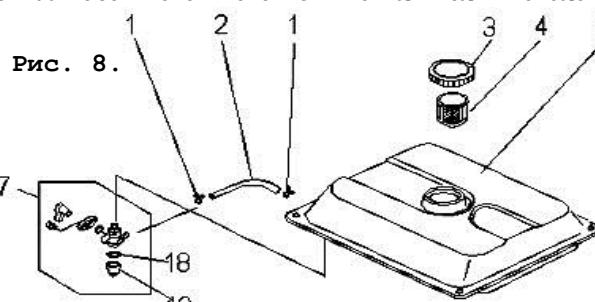

Рис. 8.
9.5.2. Снять крышку бензобака поз. 4 (рис. 8) и колпачок крана подачи бензина поз. 19 (рис. 8), стараясь не повредить уплотнения. Слить остатки топлива во вспомогательную емкость.
9.5.3. Удалить загрязнения с фильтров поз. 18 и поз. 4 (рис. 8) промыванием в легком растворителе (типа №646) и продувкой. Высушить фильтры и установить их на место.
**9.5.5. Внимание!** После заправки убедиться в отсутствии утечек топлива из системы питания. Не запускать двигатель с демонтированными топливными фильтрами. Особое внимание обратить на топливный шланг поз. 2 (рис. 8). При обнаружении запаха газа при активации газовой системы питания немедленно прекратить эксплуатацию генератора с применением этой системы, закрыть вентиль газового баллона и обратиться в сервисный центр, эксплуатируя генератор на бензине до устранения причин утечки газа.
**9.7.2.** Удалить или полностью выработать имеющуюся в баке топливную смесь. Слив производить, сняв колпачок поз. 19 (рис. 8) крана подачи топлива.